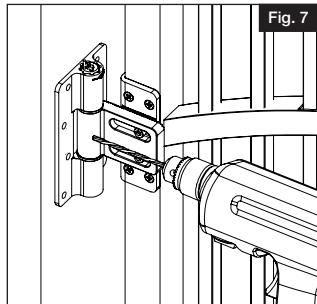

Fig. 7
- e. Pre-drill pilot holes in wall/column (Fig. 7).
- e. Percer des avant-trous dans le mur ou la colonne (Fig. 7).